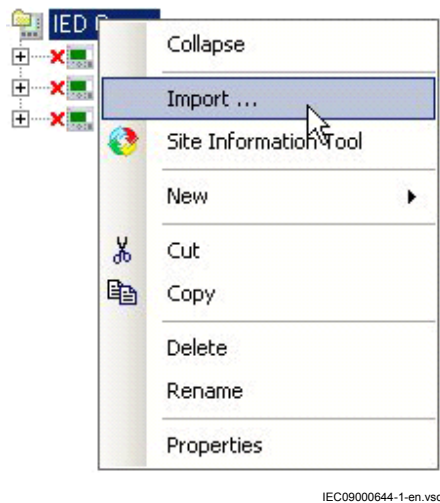

Figure 25: Importer un DEI depuis le menu contextuel
1. Cliquer sur la travée avec le bouton droit de la souris et sélectionner *Import ...* pour sélectionner le fichier de configuration DEI (*.pcmi), voir Figure 25.